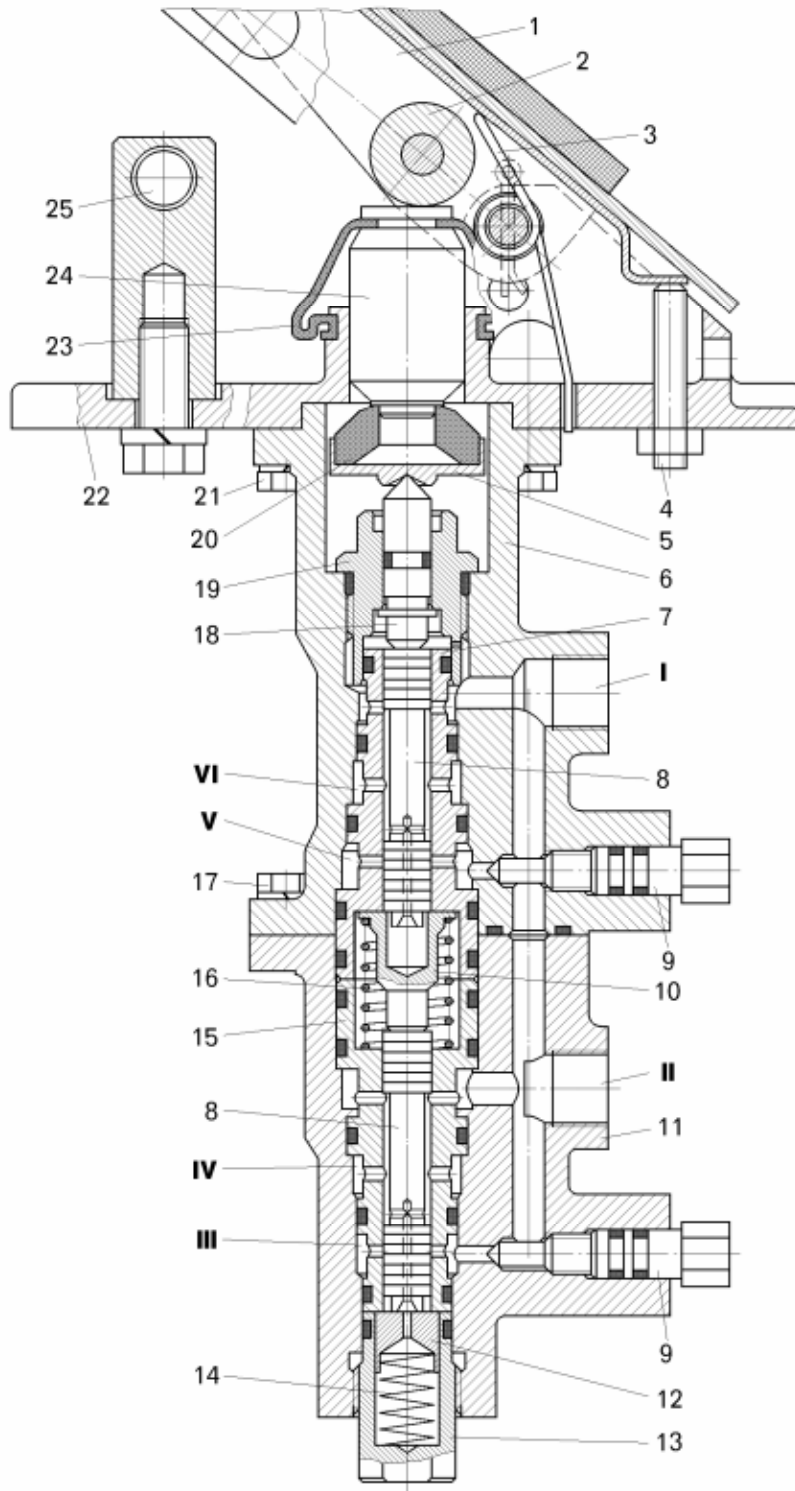

Рисунок 10.6 - Тормозной кран:
- завернуть запорные иглы 9 (смотри рисунок 10.6) на тормозном кране.
- разрядить масляные полости пневмогидроаккумуляторов, отворачиванием запорных игл 9 (смотри рисунок 10.6) тормозного крана;